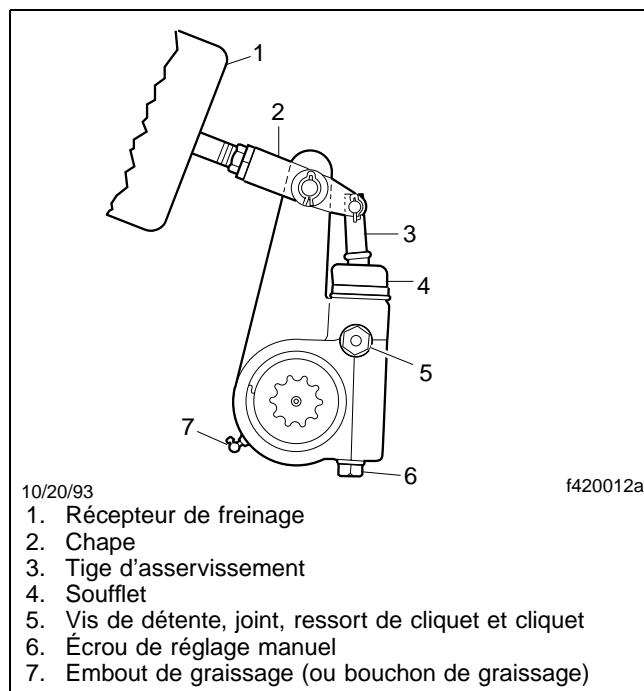
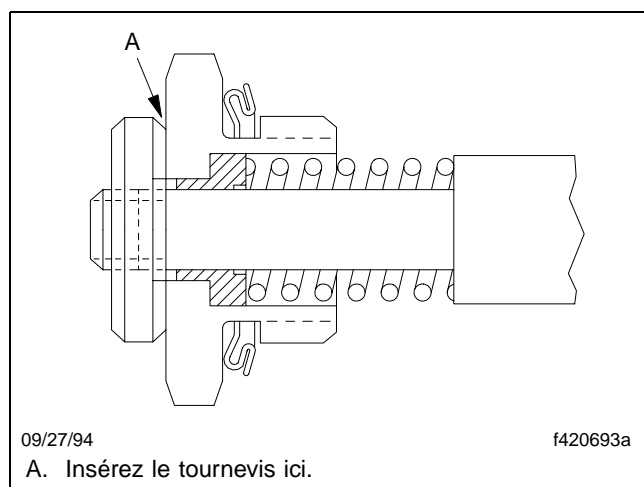

Fig. 11.18, Levier à réglage automatique Meritor
Fig. 11.19, Ensemble cliquet de rappel (vue en coupe)
Si la course libre est incorrecte, retirez la vis de détente, le ressort et le cliquet (**figure 11.18**) du boîtier du levier réglable. Si celui-ci est équipé d'un ensemble cliquet de rappel (**figure 11.19**), insérez soigneusement un tournevis et soulevez le chapeau de détente d'environ 3,2 mm (1/8 po).
- Si la course du récepteur de freinage est incorrecte, retirez la vis de détente, le ressort et le cliquet (**figure 11.18**) du boîtier du levier réglable. Si celui-ci est muni d'un ensemble cliquet de rappel (**figure 11.19**), insérez soigneusement un tournevis et soulevez le chapeau de détente d'environ 3,2 mm (1/8 po).